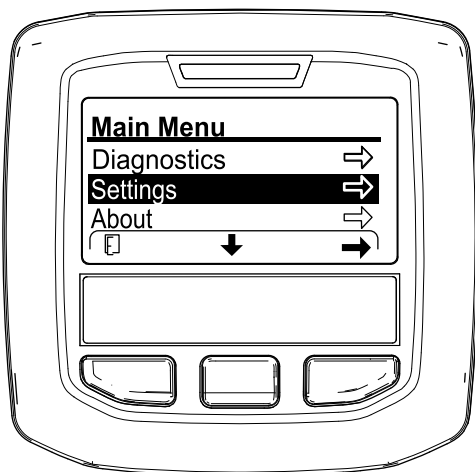

Figura 122
2. All'interno dell'InfoCenter, raggiungete il MENU PRINCIPALE (Figura 122).